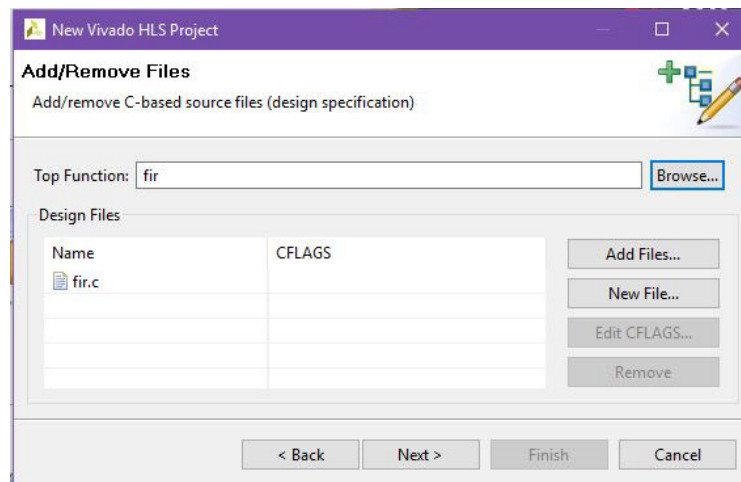

Abbildung 3: Project Design Files
- Im nächsten Fenster (Abbildung 3) werden die Quelldateien des Designs angegeben. Drücken Sie hierzu auf **Add Files** und wählen im Verzeichnis `src` die Datei `fir.c` aus. Mit **Browse** wählen Sie die „Toplevel-Funktion“ des Designs aus, dies ist im Beispiel die Funktion `fir`. Wenn das Design aus weiteren C/C++-Quelldateien besteht, so müssen an dieser Stelle alle Quelldateien hinzugefügt werden. Header-Datei, die im gleichen Verzeichnis liegen, werden automatisch hinzugefügt. Drücken Sie auf **Next**.